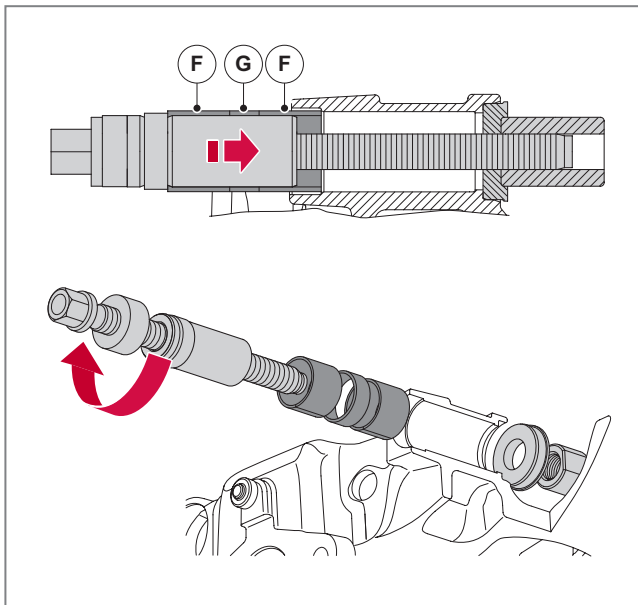

Abb. 66 - Montage der Festlagerbuchsen
2. Um die beiden neuen Lagerbuchsen (F) und das neue Abstandsstück (G) auf der vorderen Seite zu installieren, montieren Sie nacheinander die mit neuen Komponenten bestückten SAF-Spezialwerkzeuge Art-Nr. 4 434 3837 00, Art-Nr. 4 434 3848 00, Art-Nr. 4 434 3841 00, Art-Nr. 4 434 3889 00 und Art-Nr. 4 434 3890 00, *siehe* ► *Abb. 66*.
3. Drehen Sie das Gewindewerkzeug nach korrekter Montage im Uhrzeigersinn und bringen Sie somit die beiden Lagerbuchsen (F) und das Abstandsstück (G) vollständig in Position.